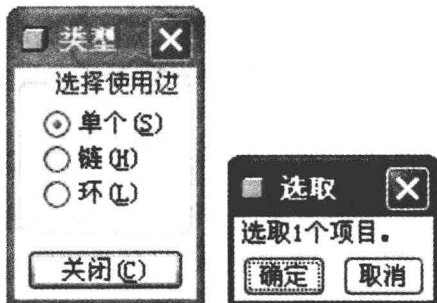
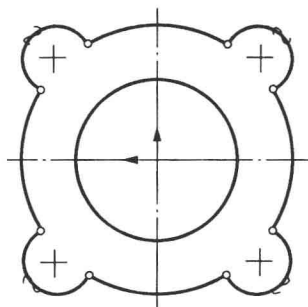

图 1.1-31 【类型】、【选取】对话框
图 1.1-32 创建圆弧
(1) 单击 (拉伸) 按钮, 在拉伸工具栏中选择 (实体)、 (拉伸至所有曲面相交) 和 (去除材料), 依次单击【放置】、 按钮, 选择“FRONT”作为草绘平面, 单击 按钮, 进入草绘模式。
(2) 单击草绘工具栏中 (通过边创建图元) 按钮, 弹出如图 1.1-31 所示的【类型】和【选取】对话框, 选择“单个”, 再单击实体模型中 4 个“凸耳”的圆弧边界, 4 条圆弧创建完成, 如图 1.1-32 所示。